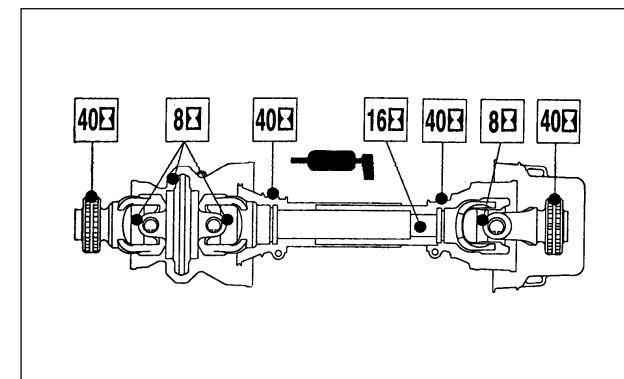

Fig.13 - Lubrification du cardan
- ☐ En ce qui concerne les cardans, suivre les informations données par le constructeur des cardans en question. *(Fig.13)*